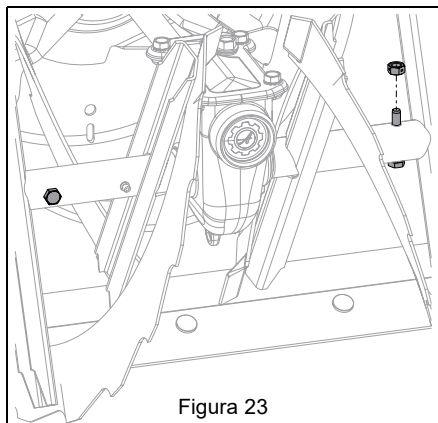

Figura 23
1. Rimuovere i dadi e i bulloni di sicurezza. Vedere Figura 23.
Vedere Figura 23.